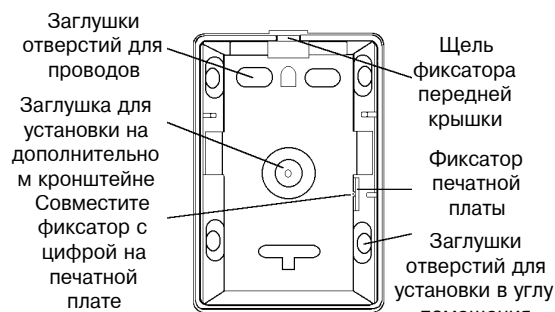

Рис.1. Основание корпуса детектора
- снимите переднюю крышку детектора, отжав при помощи отвертки фиксатор, расположенный в верхней части основания корпуса (рис.1);